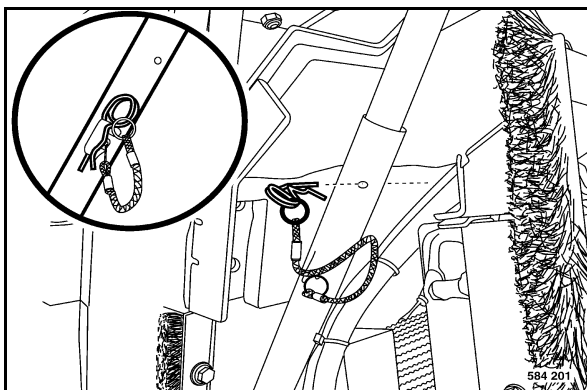

fig. 152
- Ouvrir complètement le capot du moteur (fig. 152) et le verrouiller.